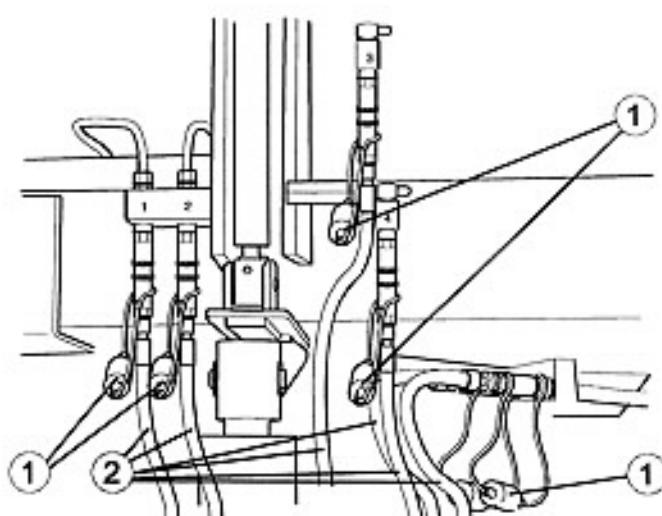

Bild 17 / Fig. 17
- ⇒ Remove the sealing caps (fig. 17, pos.1) from the hydraulic hoses and connectors.
- ⇒ Connect the hydraulic hoses (fig. 17, pos.2) marked "1 - 6" to the corresponding connectors 1 - 6.
- ⇒ Enlever les capuchons (fig.17, pos.1) des tuyaux et connecteurs hydrauliques.
⇒ Brancher les tuyaux hydrauliques (fig.17, pos.2) portant les repères 1-6 sur les connecteurs correspondants 1 - 6.
⇒ Schutzkappen (Bild 17, Pos. 1) von den Hydraulikschläuchen und Anschlüssen abnehmen.
⇒ Hydraulikschläuche (Bild 17, Pos. 2) mit den Markierungen 1-6 an den zugehörigen Anschlüssen 1-6 anschließen.